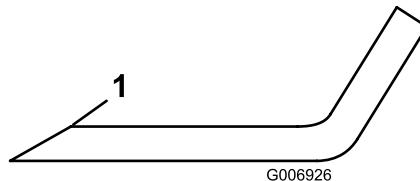

図 76
4. 全部のブレードの刃先を丁寧に点検する。刃先に摩耗や欠けがある場合には研磨するが、研磨は刃先の上面だけに行い、刃の元々の角度を変えないように十分注意する図 76。